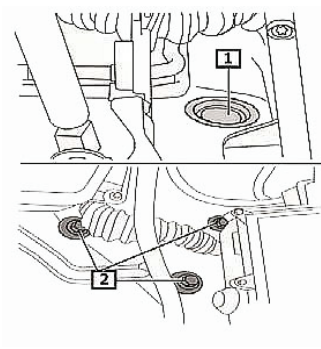

Fig. 3:
- **Fig. 3** Obere Federbeinbefestigungsschrauben entfernen.
- **Fig. 3** Remove upper suspension strut fastening screws.
- **Fig. 3** Enlever la fixation supérieure de jambe de force.
- **Fig. 3** Retirar los tornillos de la sujeción superior del amortiguador.